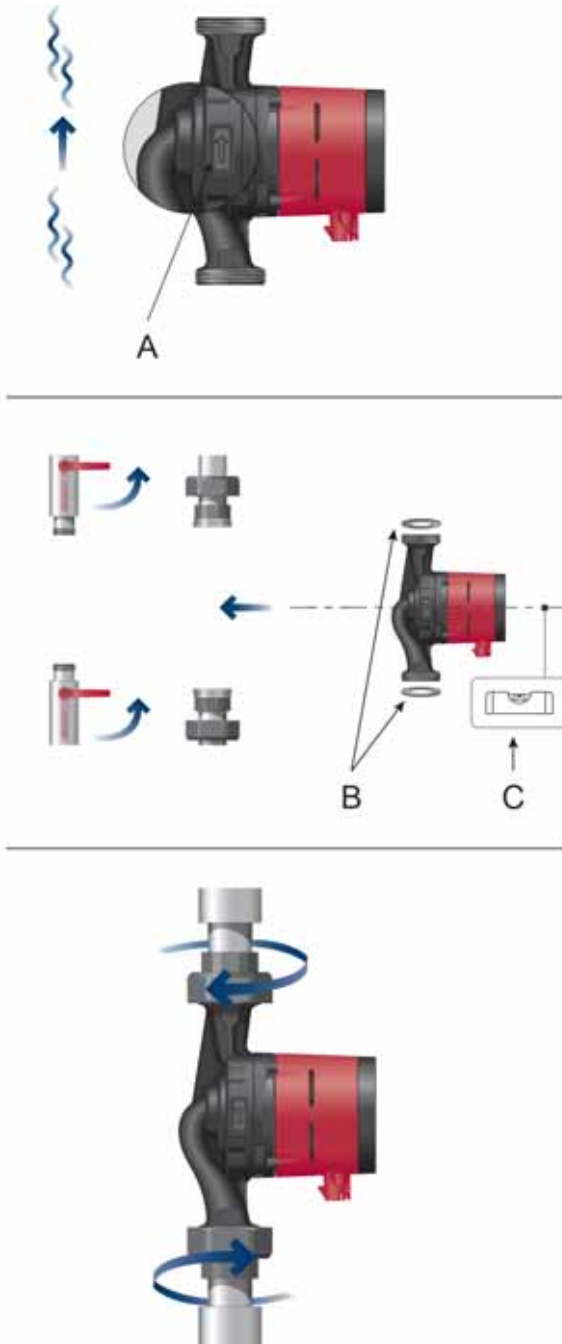

Fig. 1 Montarea ALPHA2 sau ALPHA3
Săgețile de pe carcasa pompei indică direcția curgerii lichidului prin pompă. Vezi fig. 1, poz. A.
1. Instalați cele două garnituri când montați pompa în conductă. Vezi fig. 1, poz. B.
2. Instalați pompa cu arborele motorului orizontal. Vezi fig. 1, poz. C. Vezi și secțiunea 3.2 Pozițiile cutiei de control, ALPHA2, ALPHA3.